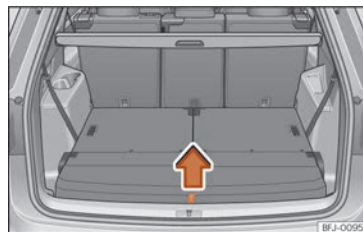

Fig. 161 Dans le coffre à bagages : redressement du plancher de coffre.
- Tirez sur le plancher de coffre à l'aide de la dragonne »» fig. 161 vers le haut dans le sens de la flèche puis retirez-le.